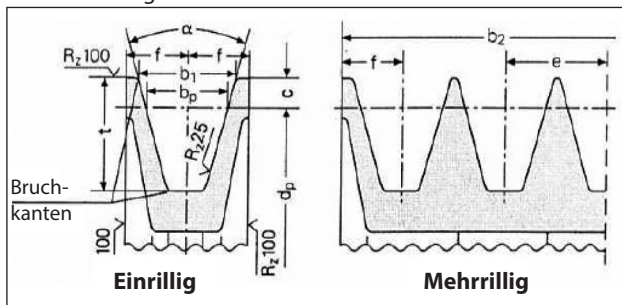

Abb. 8
- Verwenden Sie Riemenscheiben für Keilriemen mit den vom Riemenhersteller vorgeschriebenen/empfohlenen Rillenmaßen. In Ermangelung dieser Werte halten Sie sich an die Vorgaben in Abb. 8 und die Tabelle in Abb. 9.